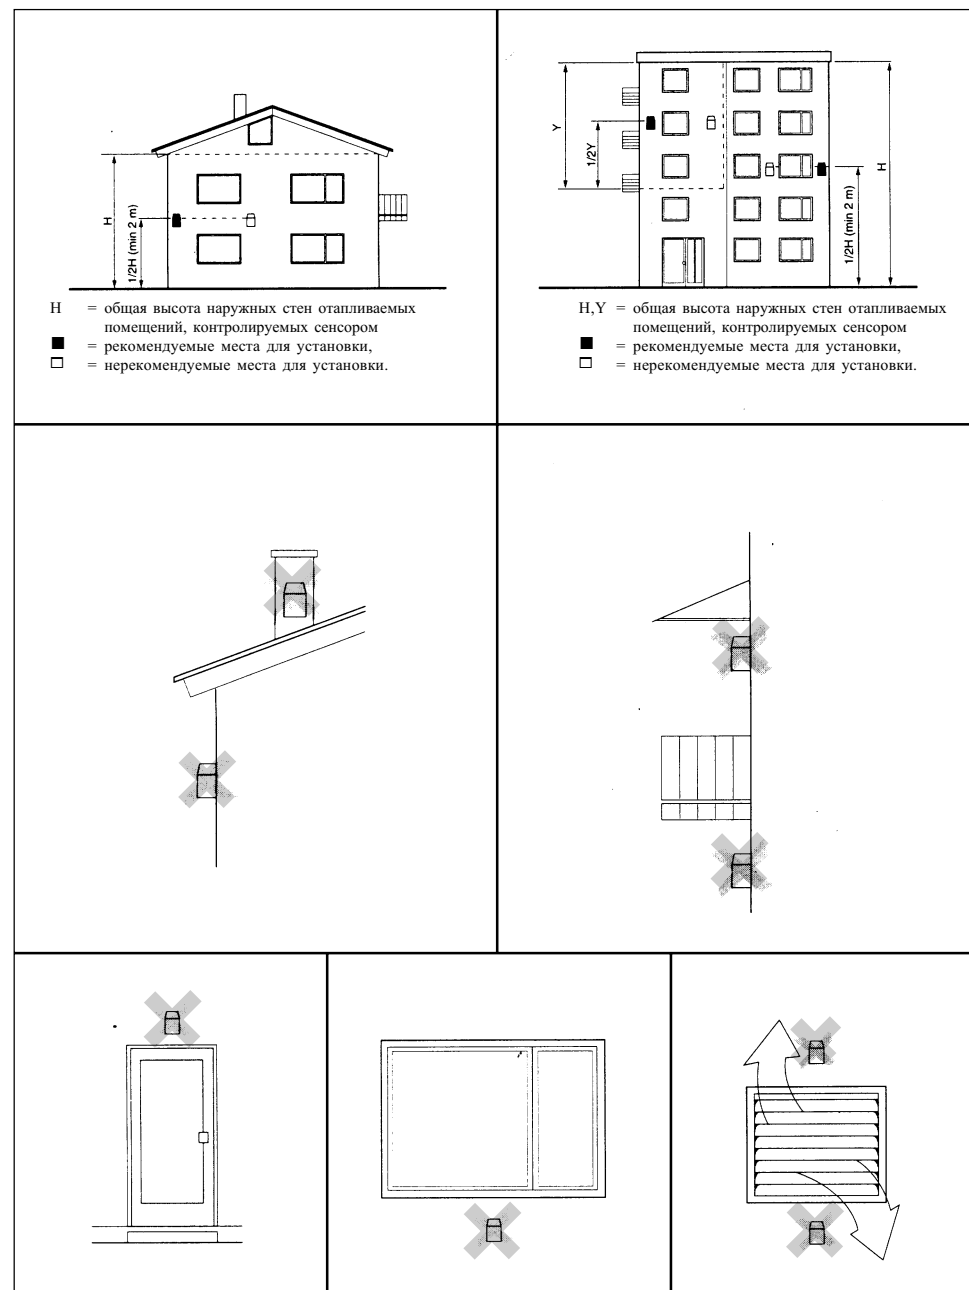

Рис.11. Места монтажа сенсора наружной температуры.
- Оптимальная высота установки (по вертикали): ($H/2$ – рис. 11) середина наружной стены обогреваемого здания или помещений.
- На показания сенсора не должно влиять тепло от окон, дверей, каминов, а также прямая инсоляция (рис. 11).
- Не допустима установка сенсора в нишах, на балконах, под навесами (рис. 11).